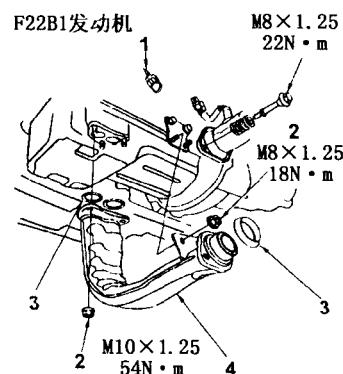

图 2-3 拆卸排气管
- (15) 松开交流发电机的安装螺栓、螺母和调整螺栓，拆下发电机皮带。
- (16) 对于手动变速器，拆下换档拉索和选择拉索。注意，在拆卸时不要弄弯拉索，如果拉索绞扭应更换。
- (17) 对于手动变速器，脱开倒车灯开关接头和起动机导线接头，拆下离合器从动油缸和管道/软管总成。注意，不要脱开管道/软管总成，小心不要弄弯管子。拆下从动油缸后，不要去踩离合器踏板。
- (18) 脱开车速传感器（VSS）接头。
- (19) 揭开散热器盖。注意，揭开散热器盖时要小心，以免被过热的冷却液烫伤。
- (20) 将升降机升到最大高度，拆下前轮和挡泥板。松开散热器上的排放塞，放掉发动机冷却液，换上新垫圈后装上排放塞。放掉变速器油，换上新垫圈后装上排放塞。放掉发动机机油，换上新垫圈后装上排放塞。注意，排放塞不要拧得过紧。
- (21) 降下升降机，然后拆下散热器的上、下软管及取暖器软管。
- (22) 对于自动变速器，拆下自动变速器油（ATF）冷却器软管。
- (23) 拆下散热器总成。
- (24) 拆下空调（A/C）压缩机，但不要脱开 A/C 软管。
- (25) 将升降机升到最高位置，然后拆下中间横梁，拆下排气管 A（图 2-3）。
- (26) 脱开主热氧传感器接头。
- (27) 拆下自动变速器（A/T）的换档拉索。注意，拆卸时要小心，不要弄弯拉索，如果拉索绞扭应更换。
- (28) 拆下减震器前叉，用球形接头拆卸器脱开悬架下臂的球形连接。注意，调整球形接头拆卸器，使其钳口相互平行。
- (29) 拆下驱动轴。注意，拆下驱动轴后不要再拉驱动轴，否则可能会拆散等速万向节。在拆卸驱动轴总成时一定要小心，要沿轴向拉动驱动轴总成，以免损坏差速器油封或中间轴防尘密封件。用清洁的机油涂抹所有精加工表面，并用塑料袋套住驱动轴端部。
- (30) 降下升降机，将吊链套在发动机上。
- (31) 拆下发动机后座支架、前座支架、发动机侧座，拆下变速器支座和托架。
- (32) 检查是否拆下了发动机上的所有真空软管、燃油和冷却液软管及电气配线。慢慢地将发动机升高大约 150mm，再次检查发动机上的所有软管和配线是否都已拆下。
- (33) 吊起发动机，将它从车上卸下。